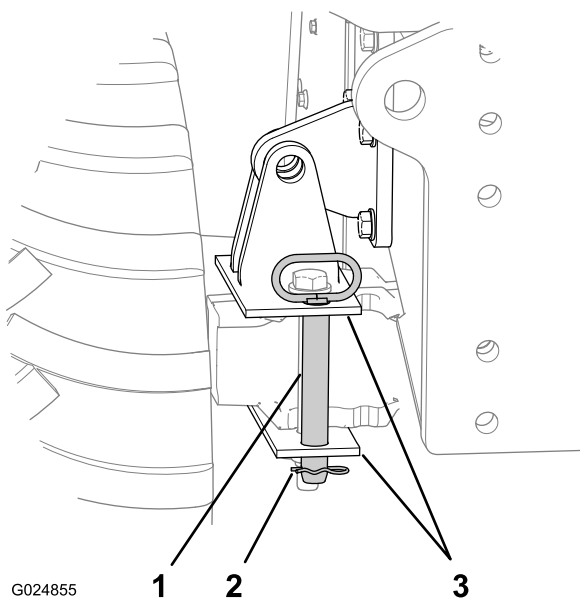

Figura 45
2. Retire la chaveta del pasador de bloqueo del mecanismo de inclinación (Figura 45).
1. Introduzca el pasador de bloqueo del mecanismo de inclinación a través de los taladros verticales del soporte de bloqueo del eje (Figura 45).
2. Sujete el pasador al soporte de bloqueo con la chaveta (Figura 45).